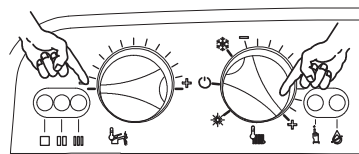

Рис. 38
- 1 Поверните регулятор "зима/лето" на панели управления на максимум, а регулятор температуры горячего водоснабжения - как изображено на Рис. 38.
Чтобы выйти из режима программирования установите регулятор "зима/лето" котла на панели управления в положение ☀ или **OFF** (Рис. 38)